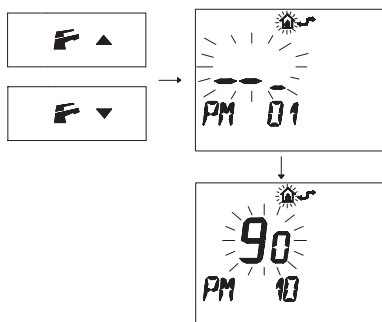

Figura 5.55
- Premere i pulsanti **F** o **▲** per visualizzare la programmazione "PM10" selezione della frequenza di accensione (Figura 5.55).
Nella Figura 5.55 si visualizza un SET programmato di **90** corrispondente ad un tempo di riaccensione di 3 minuti circa.